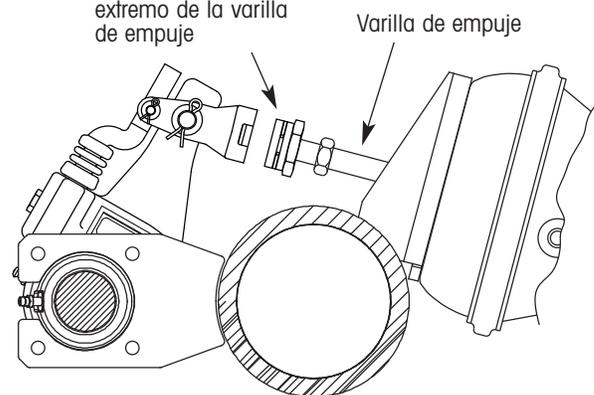

Figura 8. Roscando el buje adaptador en la varilla de empuje
6. Rosque el buje adaptador de conexión rápida en la varilla de empuje hasta que esté al ras con el extremo de la varilla de empuje (figura 8).